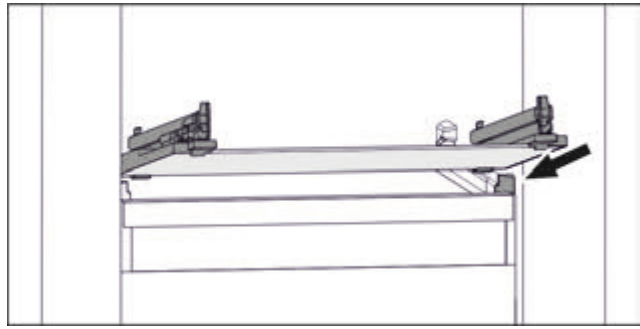

Fig. 98 Приблизне відображення скляної пластини
- ▶ Встановити скляну пластину за стопорами навкоси. (див. Fig. 98)